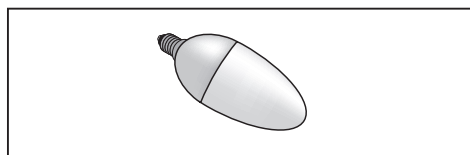

Fig.10
- **Auswechseln der LED-Lampen (Abb.10):**